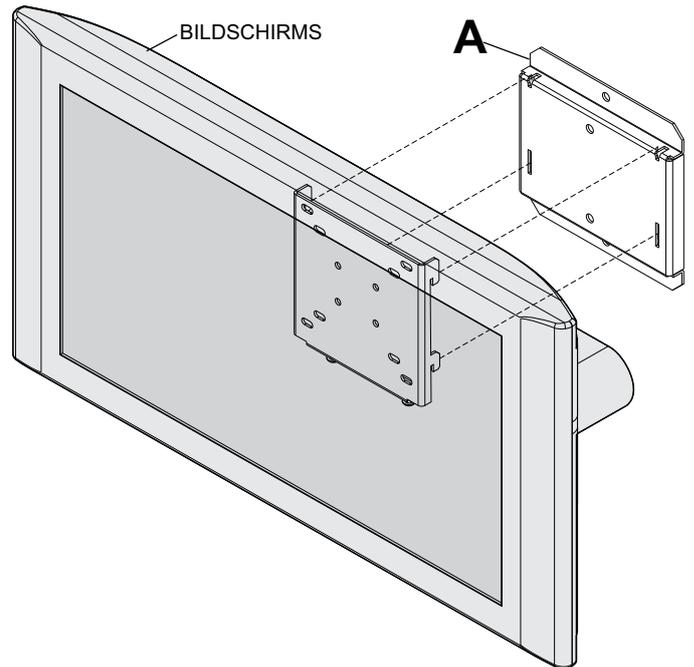

Abbildung 4.1
**4** Hängen Sie den Bildschirm wie in Abbildung 4.1 gezeigt auf die Wandplatte (A). Ziehen Sie die in Abbildung 4.2 und Detailansicht 1 abgebildeten M5 x 12 mm Schrauben (D) an.